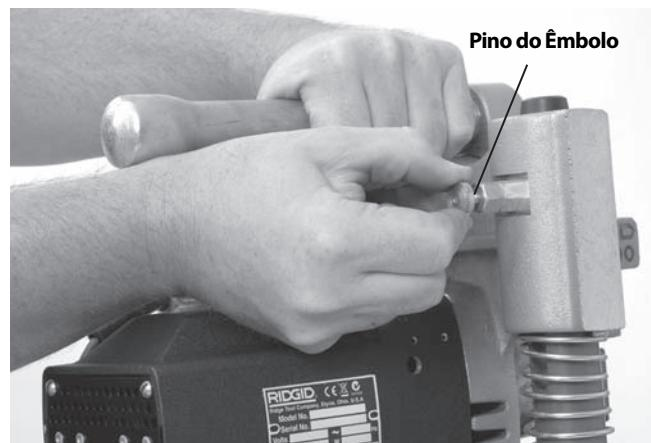

Figura 7 – Separação dos Conjuntos do Motor e da Base
- Peças partidas, em falta, desalinhadas ou coladas. Certifique-se de que o conjunto do motor se move de forma suave e livre para cima e para baixo dos postes do conjunto da base. Confirme se a corrente e a pega do torniquete se movem livremente. Na HC-300, confirme se o pino do êmbolo funciona de forma correcta e se retém o conjunto do motor no conjunto da base (Figura 7).
1. Com a Ferramenta de Corte de Orifícios HC-300 numa superfície estável e segura, puxe o êmbolo na parte traseira do poste esquerdo (Figura 7) e eleve o conjunto do motor da base.